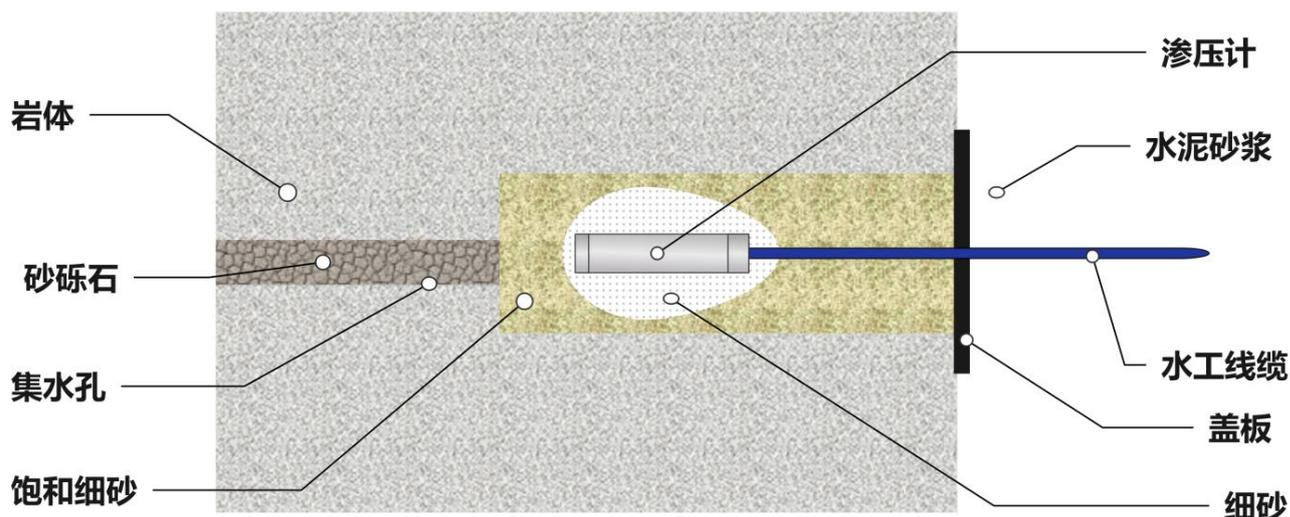

图 7
①在埋设渗压计的位置钻一个水平孔深 50cm、孔径 150cm~200cm 的浅孔，如孔无透水裂隙，可根据需要的深度，在孔底套钻一个孔深 30cm、孔径 3~5cm 的小孔；
②经渗水试验合格后，在小孔内填入砾石，在大孔内填入细砂。将渗压计埋在细砂中，孔口用盖板封上，引出仪器电缆后用水泥沙浆封住；如图 7
③理顺电缆，引向测站，测量初值，待沙浆凝固后，即可填筑混凝土。